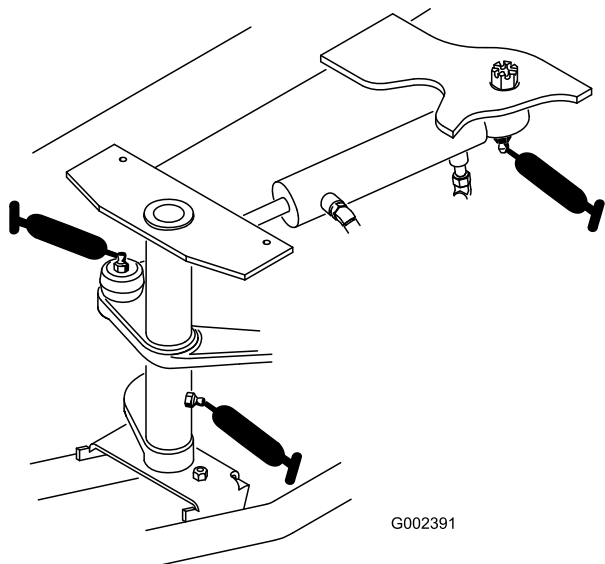
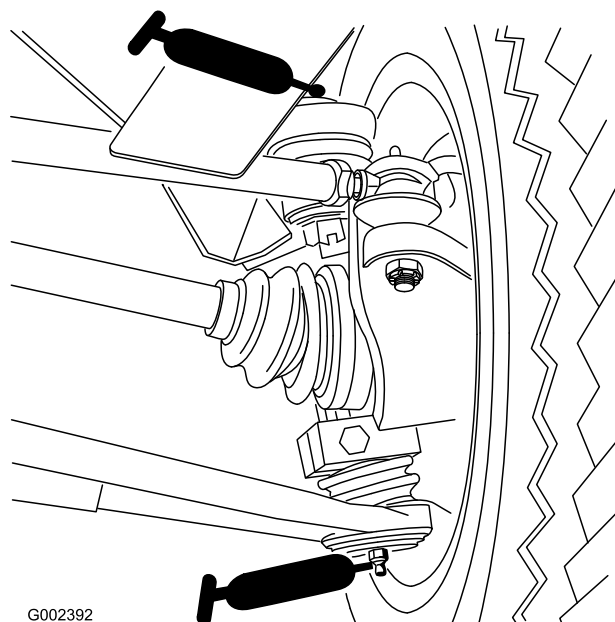
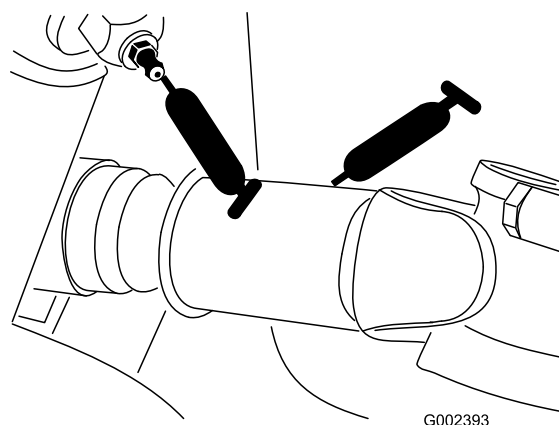

Figure 41
Figure 42
Figure 43
Emplacements et nombre de graisseurs : extrémités de levier de direction (1) et de rotules de direction (2) (Figure 41), embouts de biellettes (4) (Figure 42), rotules avant (4) (Figure 42), arbres de roues arrière (18) (Figure 43), pivots de pédales (3) (Figure 44); bagues de pivots avant (2) (Figure 45) et bras d'accélérateur (1) (Figure 46).